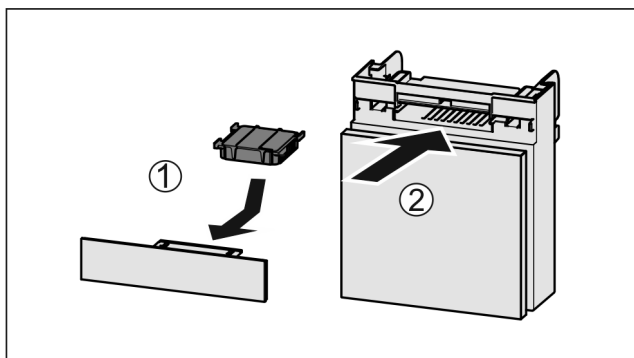

Fig. 124
- ▶ Introduzca el compartimiento Fig. 124 (2).